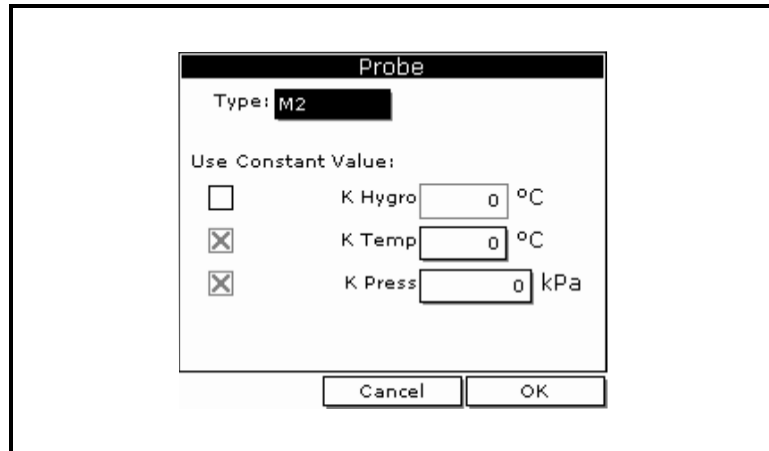

Figura 1-3: La ventana de Probe Window
3. Use la tecla de flecha para desplazarse a **Probe** y pulse [ENTER]. La pantalla se parece a la Figura 1-3 a continuación.